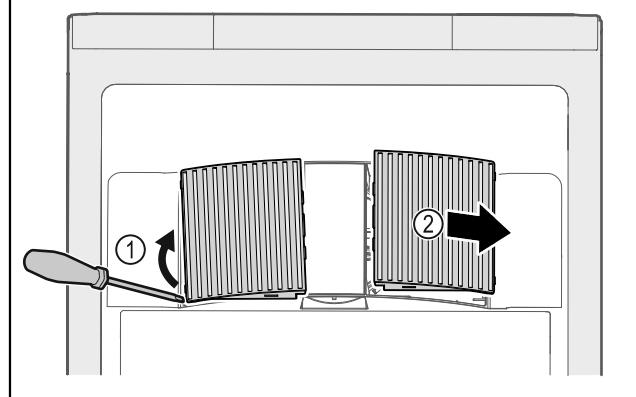

Fig. 200
- Extraire par un mouvement de levier les caches latéraux Fig. 200 (1) vers l'avant Fig. 200 (2).